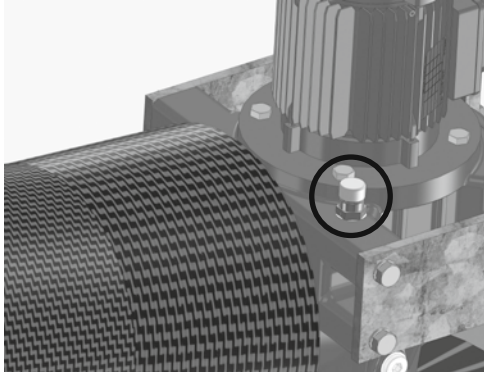
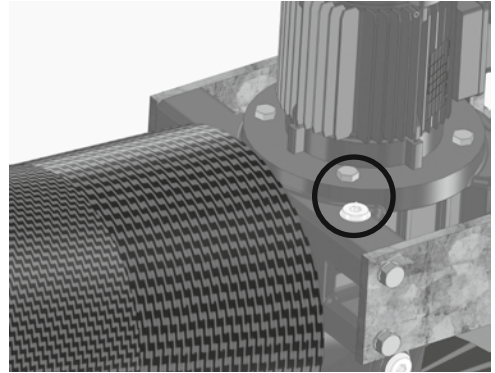

Abbildung 4: Richtig!
Abbildung 5: Falsch!
- **Getriebe-Entlüftungsschraube beigelegt, Montage vor der ersten Aktivierung zwingend erforderlich! (siehe Abb. 4) • 2 Schrauben M10 neben der vertikalen Bürste zur Fixierung des Schlittens (während Transport) müssen vor der Inbetriebnahme, aber erst nach der Montage, entfernt werden.**
Nach dem Aufhängen und vor der ersten Aktivierung ist die bereits montierte Verschlusschraube (Abb. 5) am Getriebe mit der beigelegten Entlüftungsschraube (Abb. 4) zu ersetzen. Bei Nichtbeachtung droht die Zerstörung des Getriebes!!